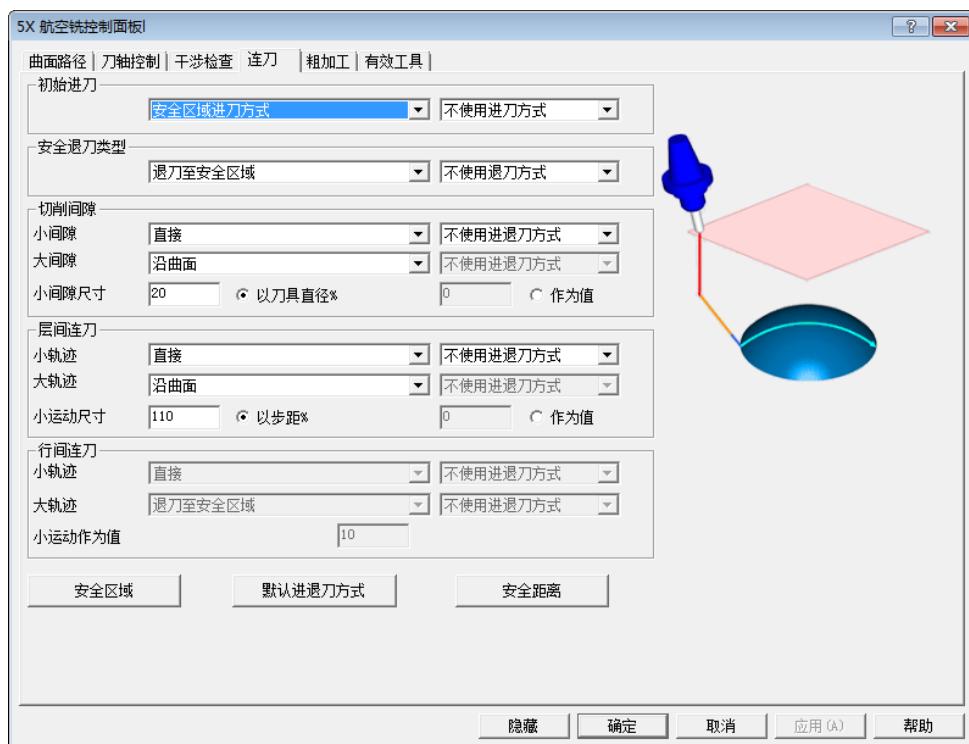

图 4-67 “连刀”选项卡
5) 选择“连刀”选项卡, 选择“小间隙”为“直接”, “大间隙”为“沿曲面”; 设置其他参数如图 4-67 所示。